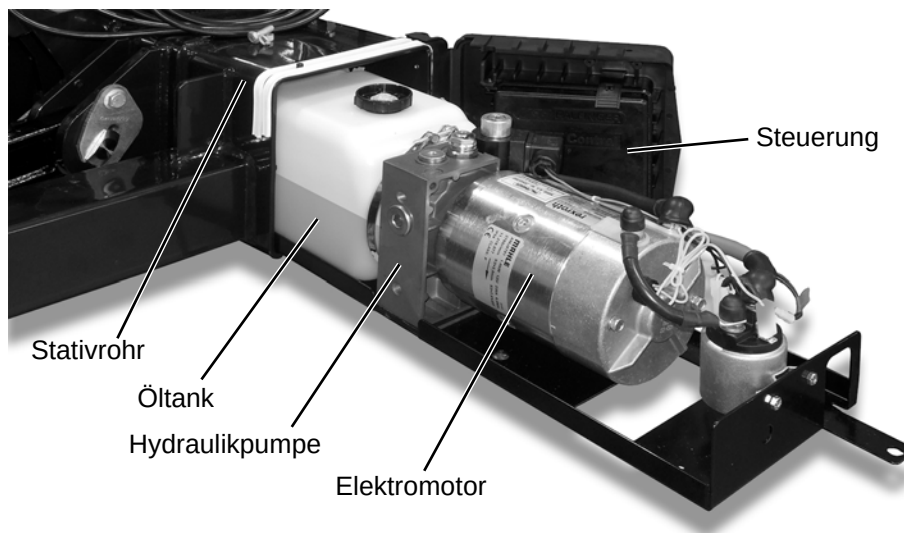

Abbildung 49: Hydraulikaggregat
- ▶ Ziehen Sie das Hydraulikaggregat heraus, bis der Ölstand im Ölbehälter sichtbar ist (siehe Abbildung 49, Seite 71).